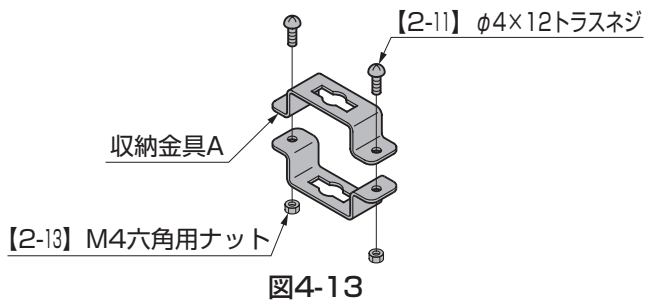

図4-13
- ① 収納金具A 同士を【2-11】、【2-13】で合わせてください。(図4-13参照)